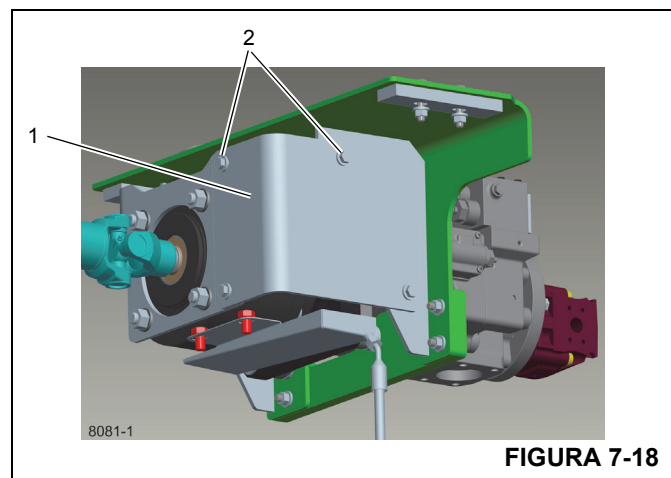

FIGURA 7-18
4. Remova a tampa de acesso (1, Figura 7-18) removendo quatro parafusos e arruelas (2) e duas placas com "porca-dupla".
3. Conecte a tampa de acesso (1, Figura 7-18) à placa de suporte frontal/embreagem/suporte de montagem com quatro parafusos com cabeça e arruelas (2) e duas placas de porca dupla. Aperte todas as ferragens, consulte *Elementos de fixação e valores de torque*, página 1-14.